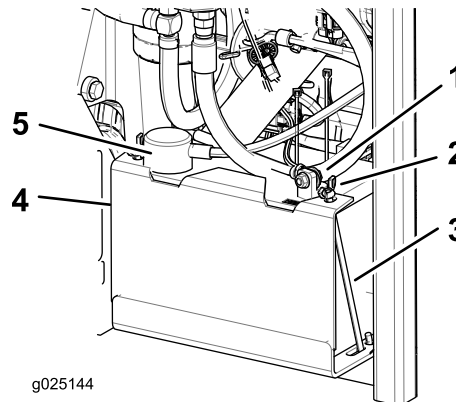

Figure 47
3. Débranchez le câble négatif (noir) de la borne négative (-) de la batterie (Figure 47).
4. Enlevez le capuchon rouge de la borne positive (rouge) de la batterie et débranchez le câble positif (+) (Figure 47).
5. Retirez les écrous à oreilles qui fixent les crochets en J (Figure 47).
6. Déposez la barrette de maintien (Figure 47).
1. Placez la batterie dans son support en tournant les bornes à l'opposé du réservoir hydraulique (Figure 47).
4. Fixez les câbles avec 2 boulons, 2 rondelles et 2 contre-écrous (Figure 47).
6. Reposez la barrette de maintien et fixez-la avec les écrous à oreilles et les crochets en J (Figure 47).